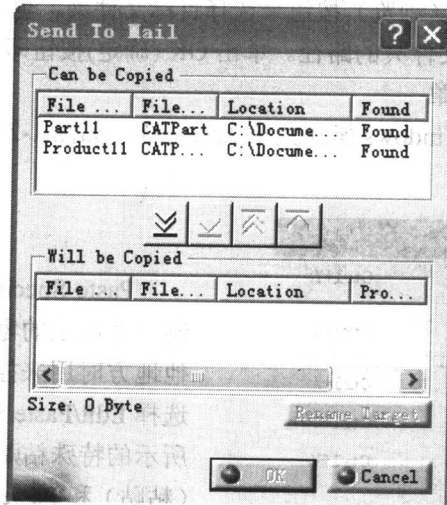

图 1-21 邮件发送
(1) Send To Mail (邮件发送) 用 E-mail 方式把 CATIA 的数据发送出去, 使其他用户也能分享这个文件。操作步骤如下。
- ① 先将要发送出去的文件存盘, 否则发送不出去。
- ② 选择 File/Send To/Mail 命令, 于是会出现如图 1-21 所示的对话框。